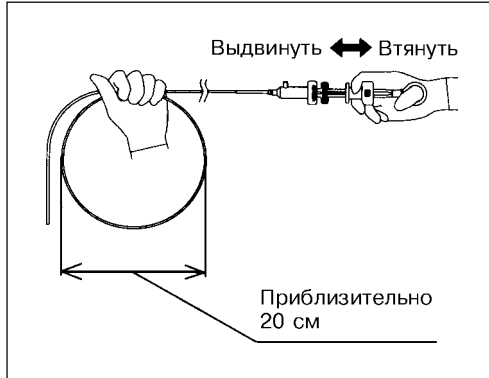

Рис. 3.4.
1. Удерживая инструмент, как показано на рис. 3.4, на вводимой части сформируйте петлю диаметром приблизительно 20 см.